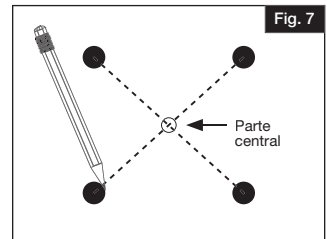

Fig. 7
- Remover el tramo de barandal y postes. A continuación, haciendo uso de esas marcas, trazar una "X" y el lugar donde se cruzan las líneas es el centro (Fig. 7).